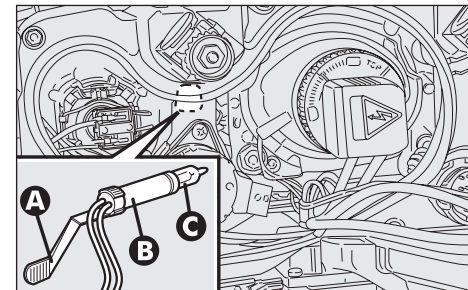

fig. 24a
**Feux de position avant (fig. 24a)**